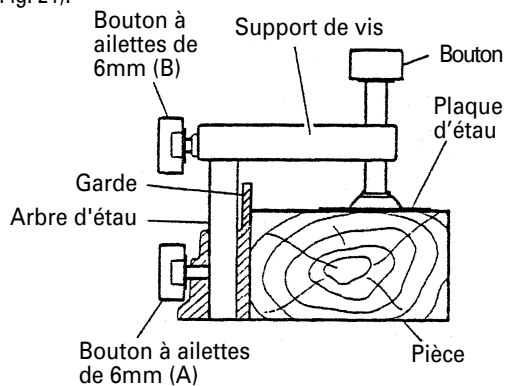

Fig. 21
- (1) L'ensemble d'étau se monte soit sur la garde gauche (garde (B)), soit sur la garde droite (garde (A)), en desserrant le boulon à ailettes de 6mm.
- (2) Le support de vis se relève ou s'abaisse en fonction de la hauteur de la pièce en desserrant le boulon à ailettes de 6mm (B). Après le réglage, resserrer fermement le boulon à ailettes de 6mm (B) et fixer le support de vis.
- (3) Tourner le bouton supérieur et fixer solidement la pièce en place (Fig. 21).